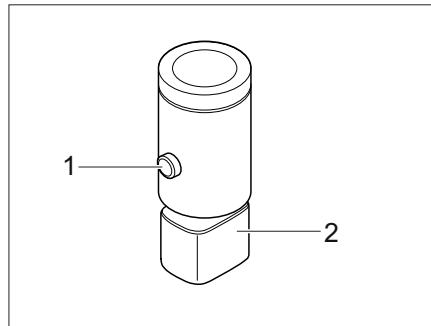

Bild 55 LED-Spotleuchte (Beispiel)
- Ein-/Ausschalter (Bild 55,1) drücken.
- Ein-/Ausschalter (Bild 55,1) erneut drücken.
- Halterung (Bild 55,2) fassen und um 90° drehen.
- LED-Spotleuchte an gewünschter Position in das Schienensystem einsetzen und Halterung (Bild 55,2) um 90° drehen.